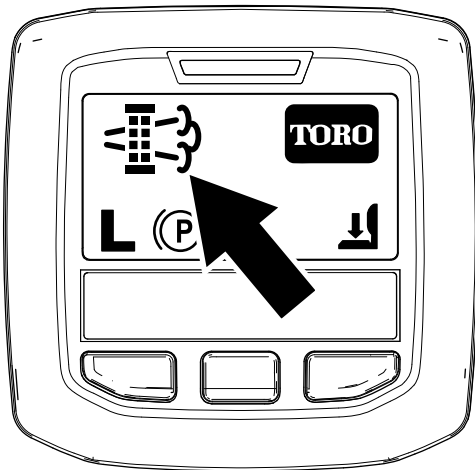

Figura 54
- Quando o computador do motor pede uma regeneração em estacionamento ou uma regeneração de recuperação, o ícone de pedido de regeneração (Figura 54) surge no InfoCenter.